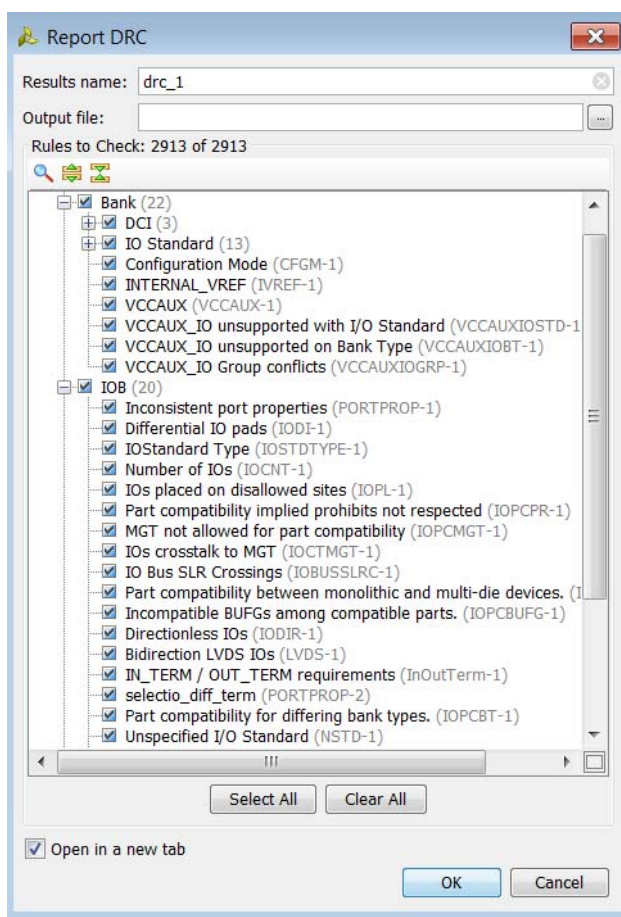

図 3-26 : [Report DRC] ダイアログ ボックス
2. [Report DRC] ダイアログ ボックス (図 3-26) で、[Results name] フィールドに結果の名前を入力します。